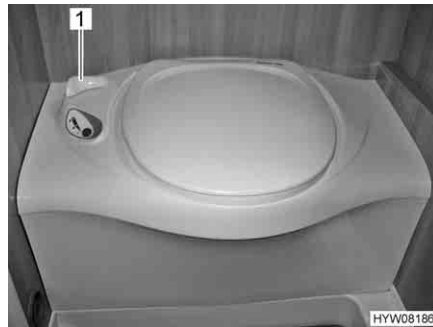

Fig. 259 Inodoro Thetford
- Antes del lavado, abrir la corredera del inodoro Thetford. Para ello, girar la palanca de corredera (Fig. 259,1) en sentido contrario a las agujas del reloj.
- Tras el lavado, cerrar la corredera. Para ello, girar la palanca de corredera (Fig. 259,1) en sentido de las agujas del reloj.